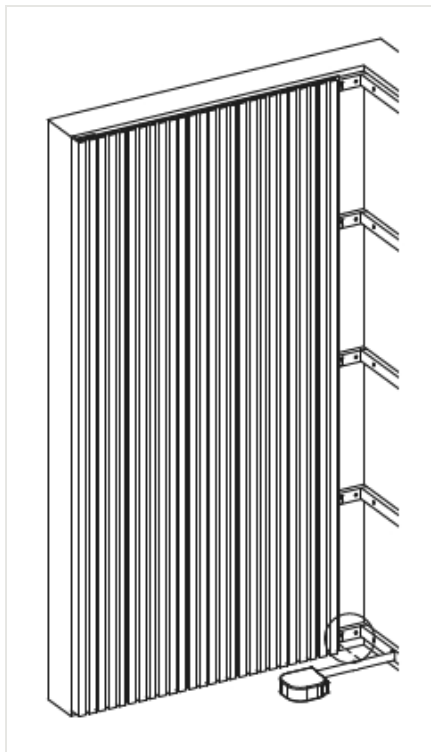

FIG. 10 – MIDA LA DISTANCIA ENTRE RASTREL Y TABLA
- 01 En la última tabla hacia la esquina interior desde el perfil de remate, mida y anote la distancia entre el rastrel adyacente y la tabla (fig. 10).